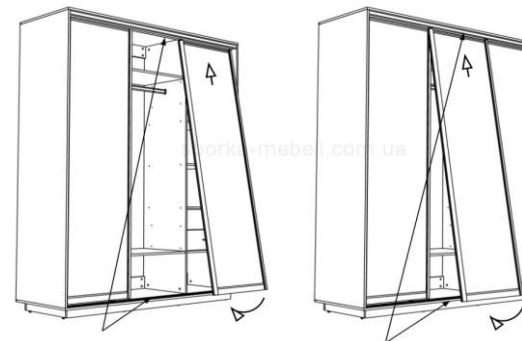

Рис.4
2. Установите двери сверху вниз Рис.4, затем в верхнюю направляющую установите стопоры. Стопор обеспечивает фиксацию дверей в крайнем положении. Перед приклейкой стопора, необходимо снять со скотча защитную пленку и приклеить стопор так, чтобы он упирался в боковую стенку шкафа. При фиксации средней двери стопор приклеивается по месту.